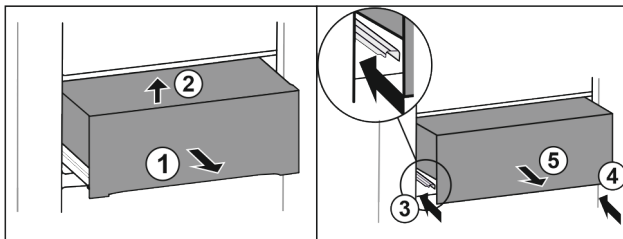

Fig. 24
- ▶ Schuiflade er half uitschuiven Fig. 24 (1).
- ▶ Aan voorzijde optillen Fig. 24 (2).
- ▶ Linker rail erin schuiven Fig. 24 (3).
- ▶ Rechter rail erin schuiven Fig. 24 (4).
- ▶ Lade er naar voren uitnemen Fig. 24 (5).